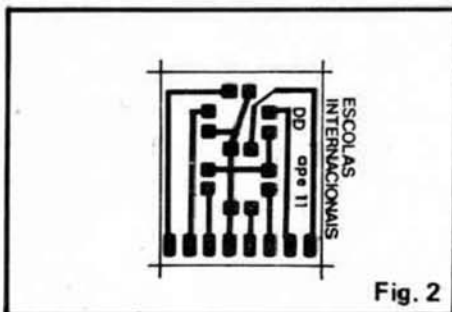

Fig. 2
– **FIG. 2** – Plaquinha específica de Circuito Impresso (**lay-out** do lado cobreado). O desenho é muito simples, e mesmo iniciantes (que ainda não "criaram a coragem" de fazer sua primeira placa) conseguirão reproduzi-lo com facilidade. Qualquer das técnicas convencionais de confecção pode ser utilizada, desde que o desenho e posicionamento básico de ilhas e pistas seja **rigorosamente** respeitado (se não o **display** ficará "feito" e torto", depois de montado...). Importantes recomendações a respeito de placas e montagens o Leitor encontrará nas INSTRUÇÕES GERAIS, encartadas lá no começo da revista.